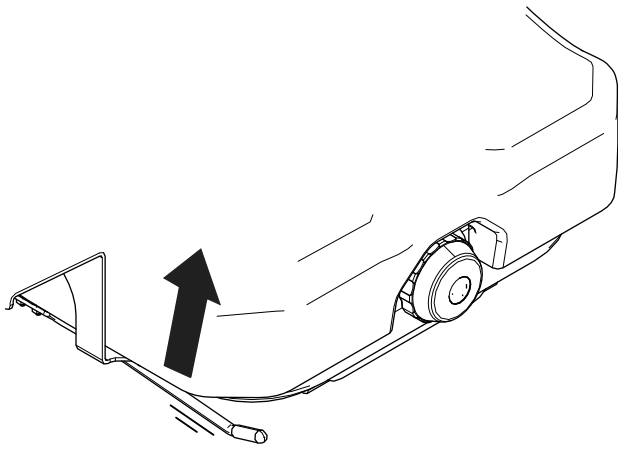

Figura 13
- **Modelli 32302 e 32303:** sollevate la leva di bloccaggio per rilasciare il sedile (Figura 13), spostate il sedile in una posizione comoda e rilasciate la leva di bloccaggio per fissare la posizione del sedile.